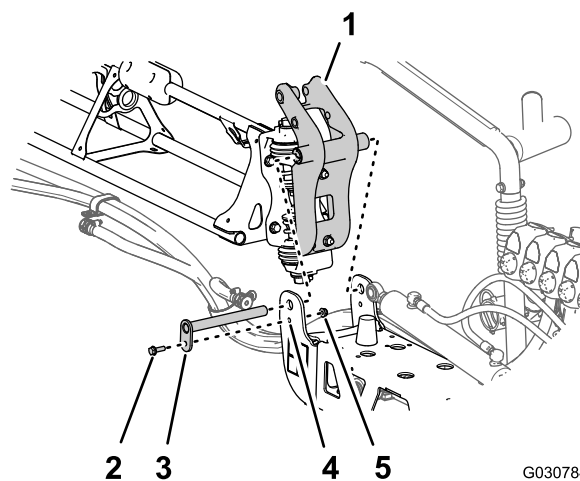

Figure 121
3. Alignez les bagues insérées dans la fixation de pivot et les trous dans les brides du support de pivot, au bout de la section de pulvérisation centrale (Figure 121).